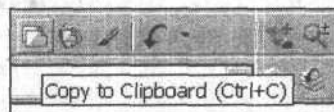

Рис. 4.1. Подсказка с названием кнопки
1. Подведите указатель курсора (он примет форму стрелки) к кнопке и задержите около нее. В прямоугольном окне появится подсказка с названием кнопки (рис. 4.1).